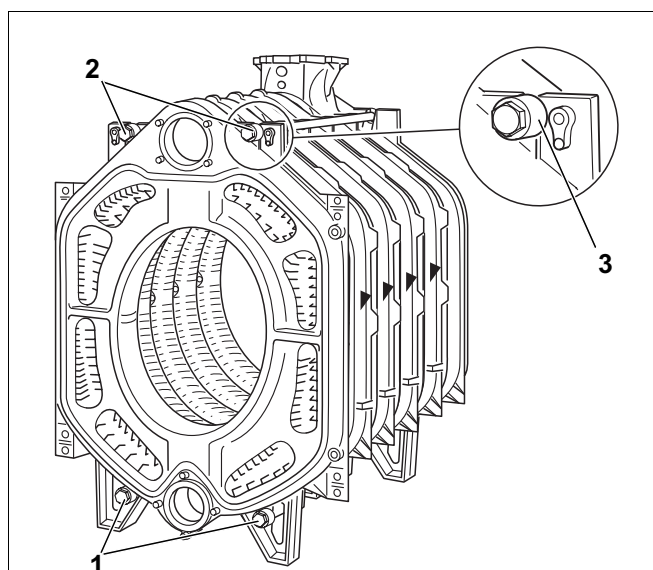

Fig. 17
nede ved siden av kjelens nav (fig. 17, **pos. 1, 2 og 3**).